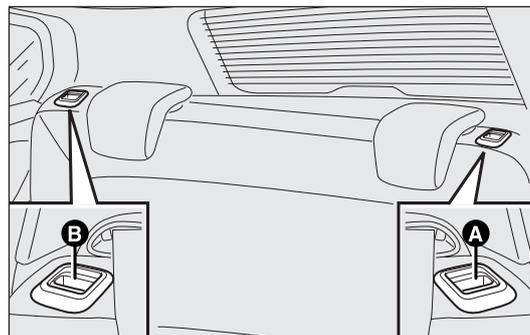

fig. 77
- agire sulle maniglie A e B-fig. 77 per sbloccare gli schienali e accompagnarli sul cuscino.